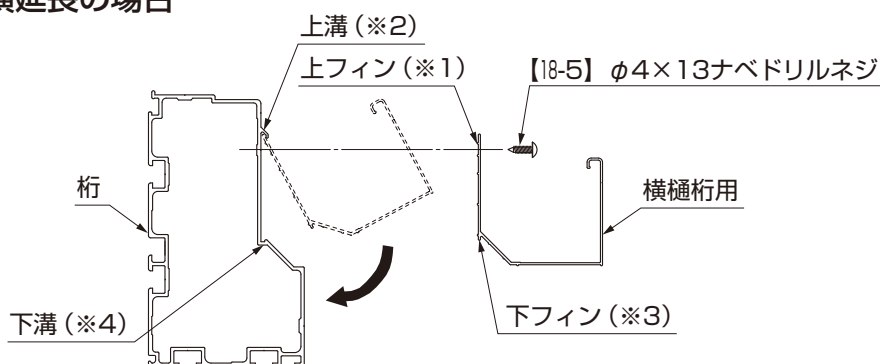

図9-2 横樋桁用の取付け
- ①横樋の上フィン(※1)を桁の上溝(※2)に下から入れ、横樋桁用の下フィン(※3)を桁の下溝(※4)に落とし込むように取付けてください。(図9-2参照)
- ②桁(水上用)に【18-5】で横樋桁用を取付けてください。